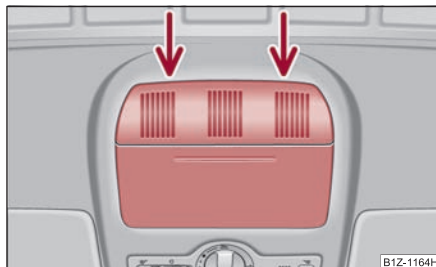

Fig. 46 Imagine din plafon:
- Așezați o șurubelniță cu capătul plat în partea din spate a capacului ⇒ fig. 46.